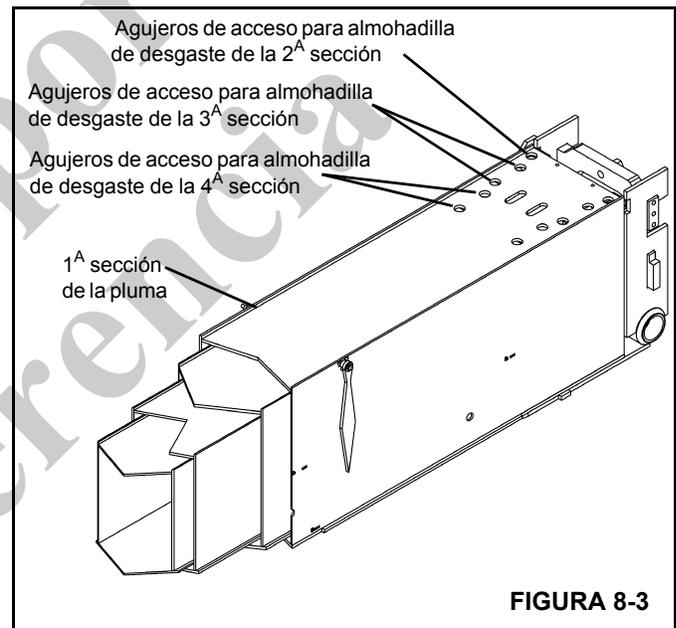

FIGURA 8-3
- Aplique grasa a todos los puntos de contacto de las almohadillas de desgaste de la 2ª sección a través de los agujeros de acceso de la 1ª sección con una pistola engrasadora (Figura 8-3).